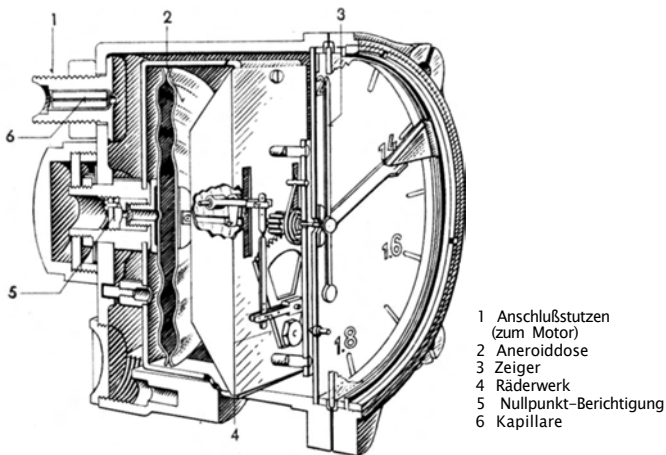

Abb. 3 Ladedruckmesser
Der Ladedruckmesser (Abb. 3) besteht aus einem druckfesten Leichtmetallgehäuse, in dem sich eine Aneroiddose (2) mit Temperatureausgleich durch Bimetall befindet. Durch den in das Gehäuse geführten Druck wird diese Dose zusammengedrückt. Die Dosenbewegung wird über ein Räderwerk (4) auf den Zeiger (3) übertragen. Der Ladedruck kann dann auf dem in ata geeichten Zifferblatt unmittelbar abgelesen werden.